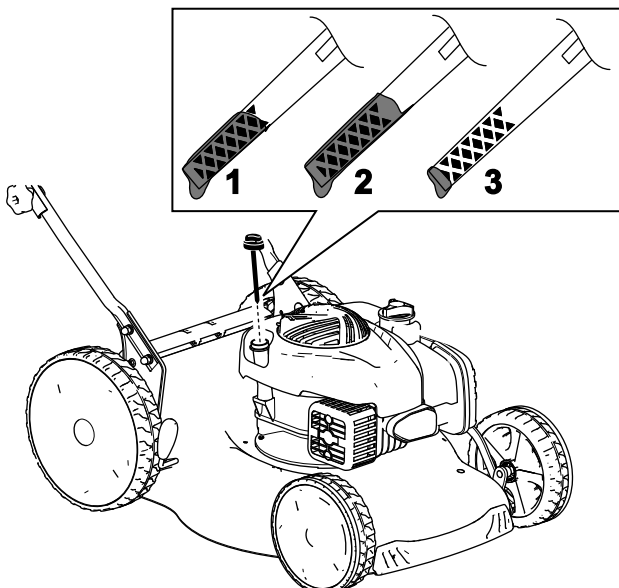

Figura 11
2. Retire la varilla girando el tapón en el sentido contrario a las agujas del reloj y tirando del mismo (Figura 11).
5. Observe en la varilla el nivel de aceite (Figura 11).